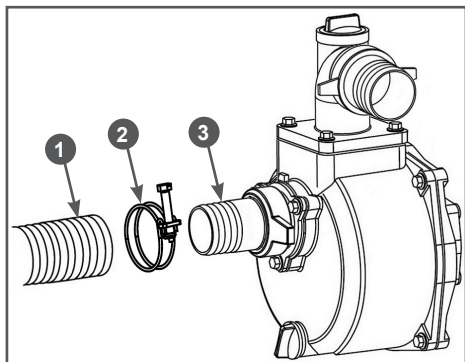

Рис. 10. Установка всасывающего рукава
3. Наденьте до упора всасывающий рукав 1 на патрубок 3 и зафиксируйте его хомутом 2 (Рис. 10).